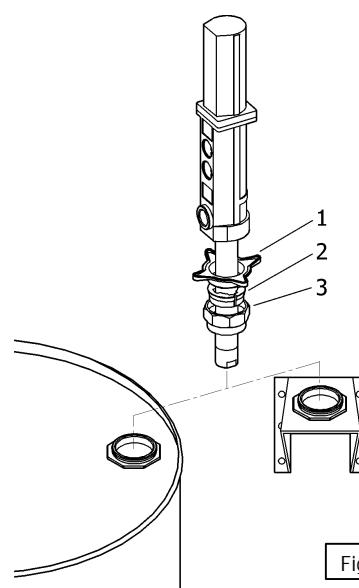

Fig. 2
These pumps can be mounted directly on drums or on a wall bracket fitted with a 2" bung (Fig 2). Loose the star nut (1) of the bung adaptor to remove the inferior nut (3), and screw this into the 2" bung opening of the drum or bracket. Place the star nut (1) and the split collar (2) on the suction tube. Lower the pump through the opening and fasten the assemble at the desired height by tightening the star nut (1).
Las bombas pueden ser montadas directamente sobre bidones o sobre un soporte mural que dispongan de rosca 2"BSP H (Fig. 2). Afloje la tuerca en estrella (1) del adaptador para extraer la parte inferior del mismo (2) y roscarla en el brocal de 2" del bidón o del soporte. Coloque la tuerca en estrella (1) y la mordaza (2) del adaptador en el tubo, introduzca la bomba por el brocal y apriete el conjunto a la altura deseada.
Les pompes peuvent être installées directement sur fût ou sur un support mural muni d'un raccord 2"BSP (F) (Voir Fig.2). Desserrer le raccord en étoile (1) de l'adaptateur pour extraire la partie inférieure de ce dernier (2) et la fixer à l'orifice 2" du fût ou du support. Placer le raccord en étoile (1) ainsi que le mordant (2) de l'adaptateur dans le tube et introduire la pompe par l'orifice du fût ou du support en serrant l'ensemble des éléments à la hauteur désirée.